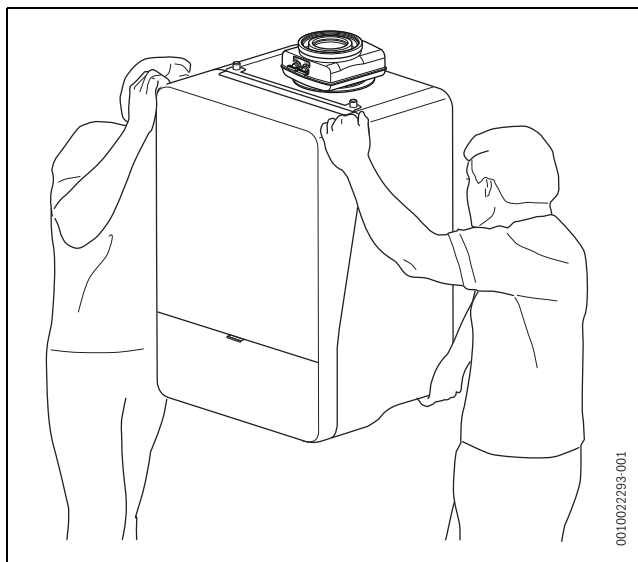

Bild 12 Ordnungsgemäßes Heben und Tragen des Geräts
- ▶ Gerät nur an den Seiten anfassen und nicht am Bedienfeld oder am Abgasrohranschluss (→ afb. 12).